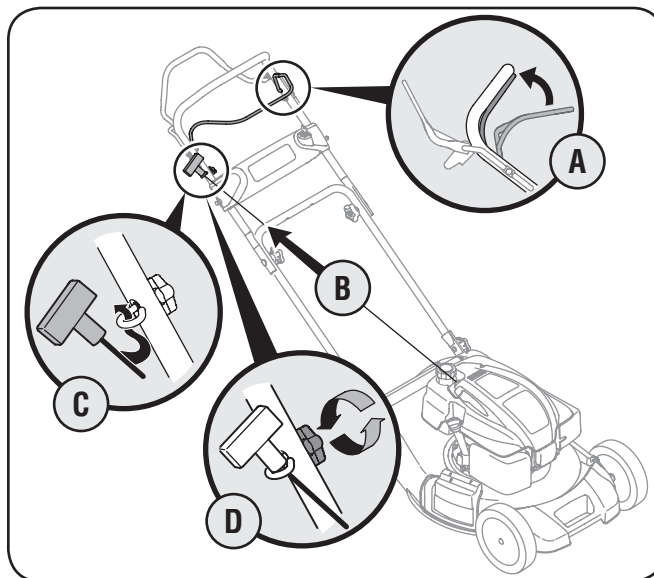

Figura 3-3
3. La guía de la cuerda está unida al costado derecho de la manija superior. Afloje la tuerca de mariposa que sujeta la guía de la cuerda, Figura 3-3.